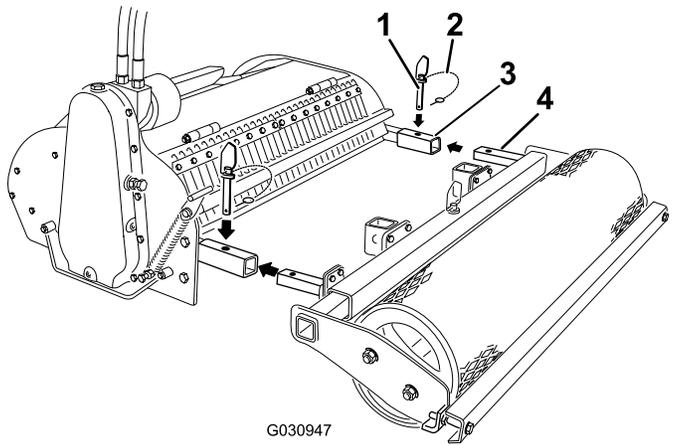

Рисунок 3
4. Вийміть штифти з головкою під стопорне кільце із шпильок (Рисунок 3).
5. Вийміть шпильки із маніпуляторів культиватора (Рисунок 3).
6. Вставте маніпулятори, розташовані на ролику, у маніпулятори на культиваторі та з'єднайте їх за допомогою шпильок (Рисунок 3).